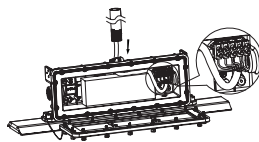

Figure 15
2. Pass the wire in the threaded pipe through the hole and connect to the wire of the terminal accordingly (Figure 15).
2. Faites passer le fil du tuyau fileté à travers le trou et connectez-le au fil du terminal en conséquence (Figure 15).